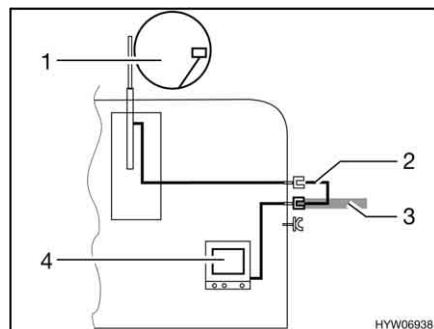

Bild 121 TV i fordonet
- TV i fordonet (Bild 121,4): Anslutning till takantenn (Bild 121,1) med anslutningskabel (Bild 121,2)
- TV i fordonet (Bild 121,4): Anslutning till extern antenn (Bild 121,3)